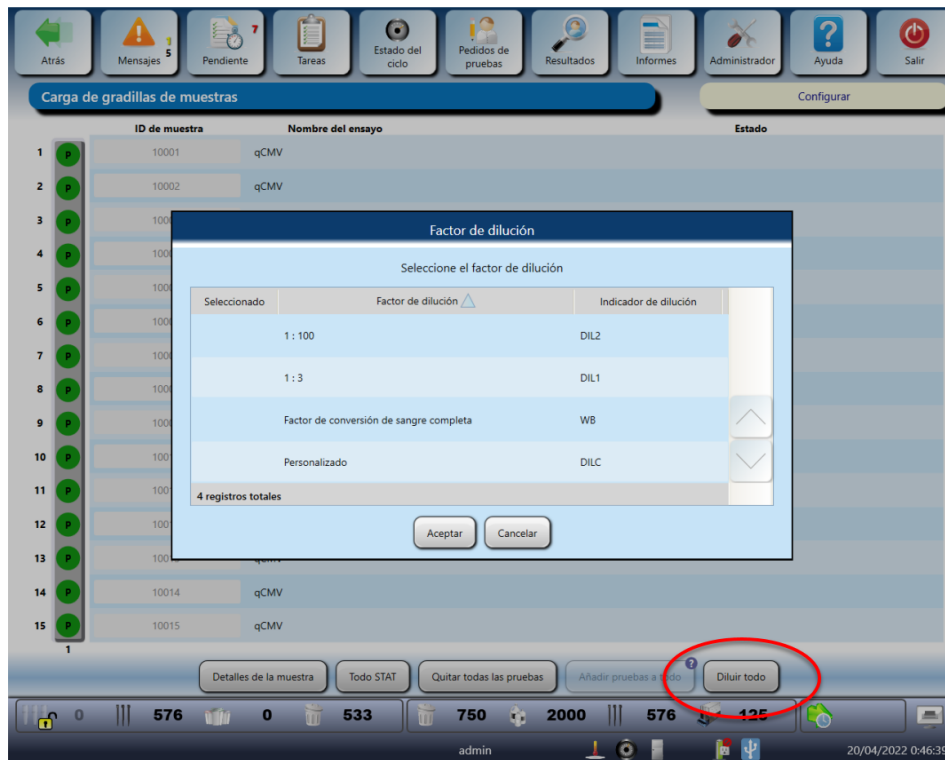

Figura 5. Ventana Dilution Factor (Factor de dilución) de la pantalla Sample Rack Loading (Carga de gradillas de muestras) (Ejemplo)
- f. Deseche el collar de reconstitución y el vial de cristal (Figura 5, paso 8).